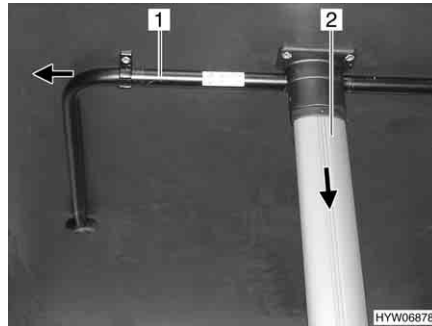

Bild 88 Hangetisch mit Klappfuß und Stutze
- Die Stutze (Bild 88,1) in Pfeilrichtung drucken und ausklappen.
- Den Tischfuß (Bild 88,2) in Pfeilrichtung ziehen und einklappen.